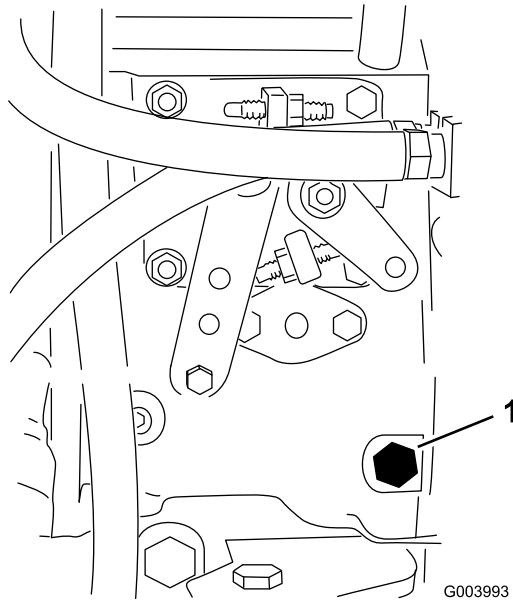

Figura 32
3. Desaperte o parafuso de purga que se encontra na bomba de injeção de combustível (Figura 32) com uma chave de 12 mm.